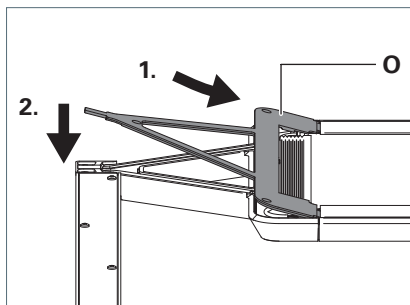

Fig. 17: Monter le recouvrement.
1. Posez le recouvrement **O** avec les trois languettes à l'arrière du recouvrement dans les renforcements de la tête du luminaire et appuyez fermement sur le recouvrement, voir Fig. 17.